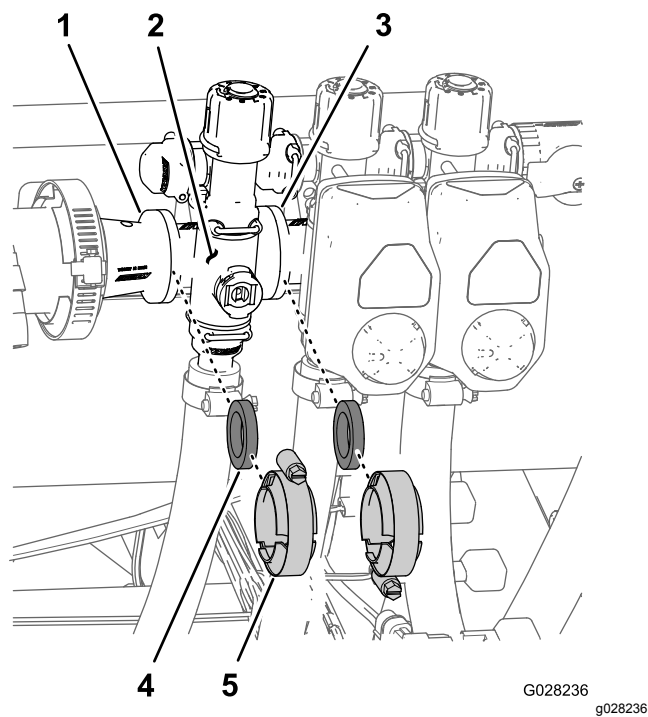

Figura 119
1. Togliete i morsetti e le guarnizioni che fissano il collettore della valvola di sezione (Figura 119) alla valvola di sezione adiacente (nel caso della valvola di sezione sinistra, anche il giunto del riduttore).